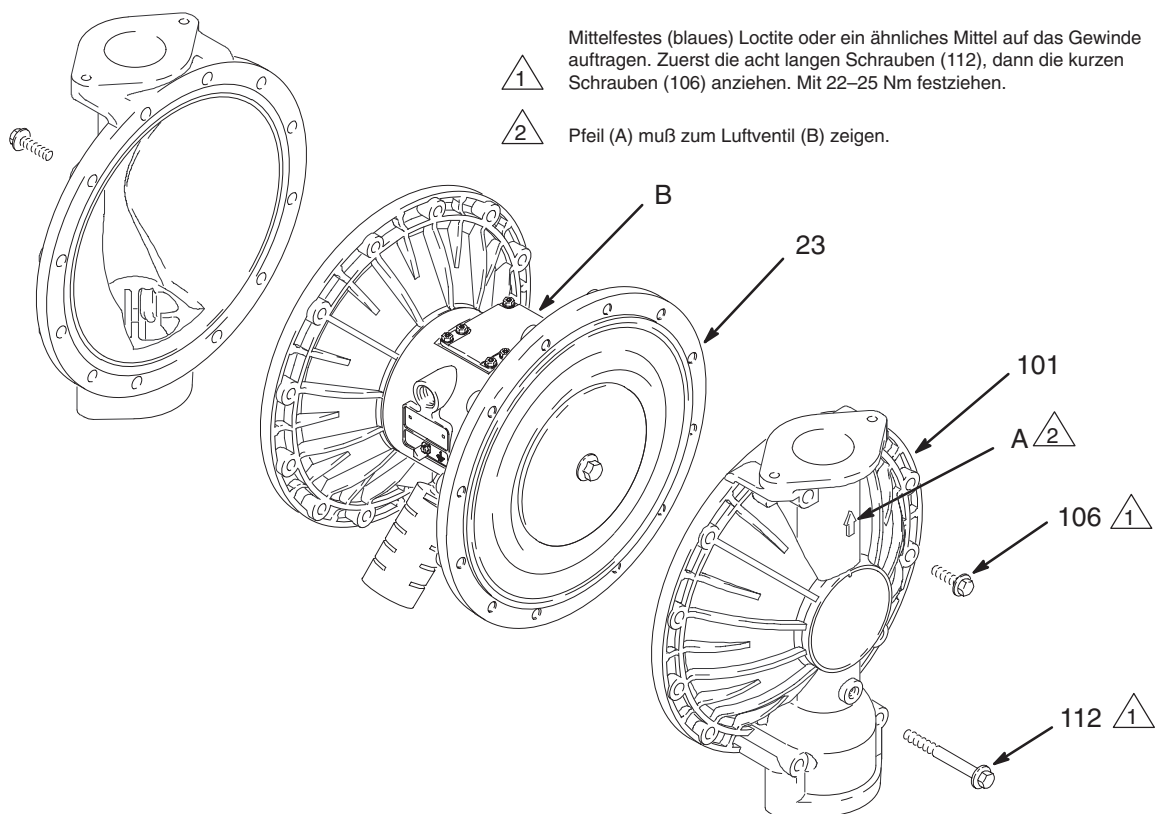
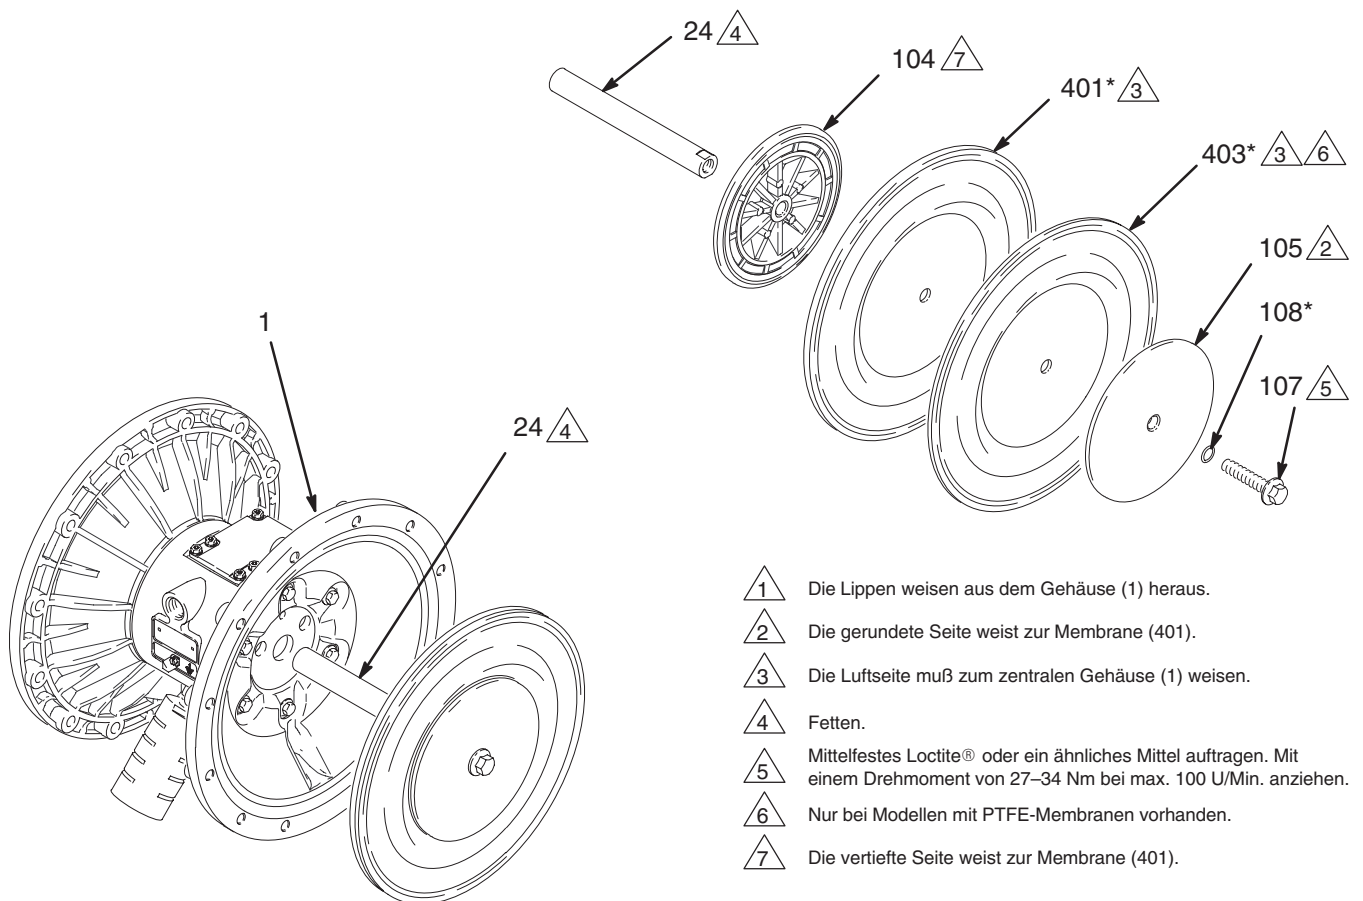

Abb. 11
Abb. 12
3. Mit einem 10 mm und einem 13 mm Steckschlüssel die Schrauben (106 und 112) lösen, mit denen die Materialabdeckungen (101) an den Luftabdeckungen (23) befestigt sind. Die Materialabdeckungen (101) von der Pumpe abnehmen. Siehe Abb. 11.
4. Die Schrauben der Membranwelle (107) lockern, aber nicht ausbauen. An beiden Schrauben einen 15 mm-Steckschlüssel (25,4 mm-Steckschlüssel bei Edelstahlmodellen) ansetzen.
5. Eine Schraube aus der Membranwelle (24) herausdrehen und den O-Ring (108), die materialseitige Stauscheibe (105), die PTFE-Membrane (403, *nur bei PTFE-Modellen verwendet*), die Membrane (401) und die luftseitige Stauscheibe (104) ausbauen. Siehe Abb. 12.
6. Die andere Membranen-Baugruppe und die Membranwelle (24) aus dem zentralen Gehäuse (1) ziehen. Die Schlüsselflächen an der Welle mit einem 19 mm-Steckschlüssel festhalten und die Schraube (107) aus der Welle ausbauen. Die andere Membran-Baugruppe zerlegen.
7. Die Membranwelle (24) auf Verschleiß oder Schleifspuren prüfen. Ist sie schadhaft, die Lager (19) in eingebautem Zustand überprüfen. Sind die Lager schadhaft, siehe Seite 20.
8. Mit einem O-Ring-Haken ins zentrale Gehäuse (1) fassen und in die Packungen (402) einhaken, dann diese aus dem Gehäuse ziehen. Dies kann bei eingebauten Lagern (19) erfolgen.
- b. Die Stauscheibe (105) der Flüssigkeitsseite so an der Schraube anbringen, daß die gerundete Seite nach innen zur Membrane (401) zeigt.
- c. *Nur bei PTFE-Modellen:* die PTFE-Membrane einbauen (403*). Sicherstellen, daß die mit AIR SIDE gekennzeichnete Seite zum zentralen Gehäuse weist (1).
- d. Die Membran (401*) an der Schraube anbringen. Sicherstellen, daß die mit der Aufschrift AIR SIDE gekennzeichnete Seite zum zentralen Gehäuse (1) weist.
- e. Die Stauscheibe der Luftseite (104) so einbauen, daß die vertiefte Seite zur Membrane (401) weist.
- f. Mittelfestes (blaues) Loctite® oder ein ähnliches Mittel auf das Bolzengewinde (107) auftragen. Bolzen (107) handfest in die Welle (24) schrauben.
3. Die Membranwelle (24) der Länge nach und an den Enden fetten und durch das Gehäuse (1) schieben.
5. Eine Wellenschraube (107) mit dem Schlüssel festhalten und die andere Schraube auf ein Drehmoment von 27–34 Nm bei max. 100 U/Min. anziehen.
6. Die Materialdeckel (101) und das zentrale Gehäuse (1) so ausrichten, daß die Pfeile (A) auf den Deckeln in die gleiche Richtung zeigen wie das Luftventil (B). Die Deckel mit den Schrauben (106 und 112) fingerfest anziehen. Die längeren Schrauben (112) in die Öffnungen oben und unten an den Deckeln einschrauben. Siehe Abb. 11.
7. Zunächst die längeren Schrauben (112) mit einem 13 mm-Steckschlüssel entgegengesetzt und gleichmäßig mit 22–25 Nm anziehen. Dann die kürzeren Schrauben (106) mit einem 10 mm-Steckschlüssel mit dem richtigen Drehmoment anziehen.
1. Die Wellenpackungen (402*) so einbauen, daß die Lippen nach **außen** aus dem Gehäuse (1) weisen. Die Packungen einfetten. Siehe Abb. 12.
2. Die Membranen-Baugruppe an einem Ende der Welle (24) wie folgt einbauen:
- a. Den O-Ring (108*) an der Wellenschraube (107) anbringen.
7. Mit einem Lagerabzieher die Membranwellenlager (19), Luftventillager (12) oder Führungsstiftlager (15) abziehen. Unbeschädigte Lager nicht ausbauen.
8. Ist das Membranwellenlager (19) ausgebaut, mit einem O-Ring-Haken ins zentrale Gehäuse (1) fassen und in die Packungen (402) einhaken, dann diese aus dem Gehäuse ziehen. Die Packungen inspizieren. Siehe Abb. 12.